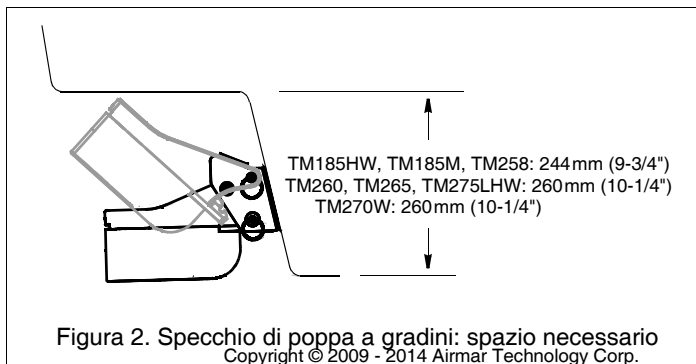

Figura 2. Specchio di poppa a gradini: spazio necessario
- **Poppa a gradini**—Montate il trasduttore sul gradino più basso, verificando che lo spazio sopra la staffa sia sufficiente per sbloccare il trasduttore e ruotarlo verso l'alto (Figura 2).